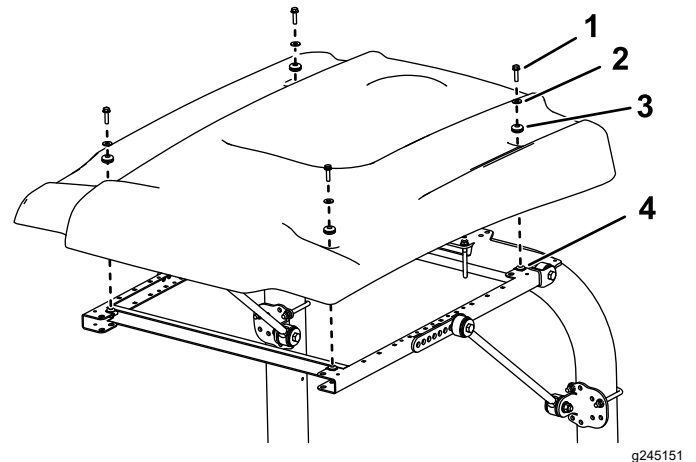

Bild 6
10. Positionieren Sie das Sonnendach beim Ausfluchten der Befestigungslöcher am Rahmen wie in Bild 6 abgebildet.
11. Befestigen Sie jede Ecke des Sonnendachs mit einer Bundkopfschraube (5/16" x 1"), einer kleinen Scheiben und einer Scheibe lose am Rahmen (Bild 6).